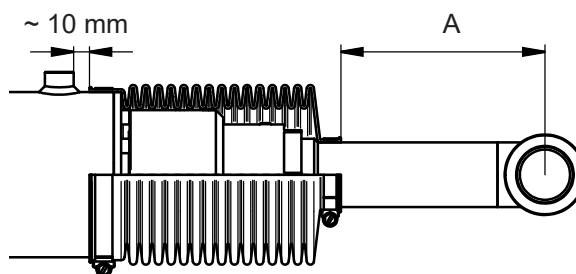

Bild 48. Montering av damasker
11. Montera cylindrarnas damasker. Bild 48.